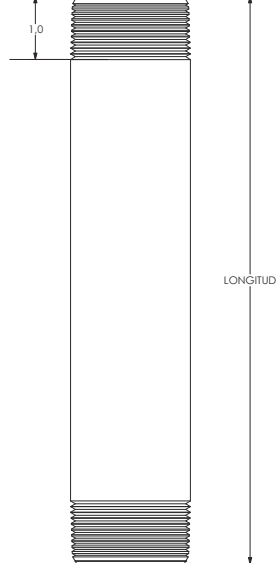

**Figura 4**
- Coloque y ajuste los tornillos de fijación (estándar (F) o de seguridad (G), según lo desee) con la llave (J) (consulte la Figura 4).